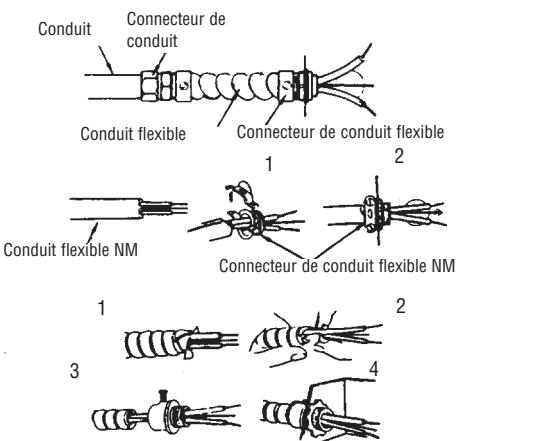

Figure 2 - Connecteurs, câble et matériel utilisés pour connecter l'UH724STA
REMARQUE : Pour certaines applications un conduit peut être nécessaire (voir la Figure 2). Vérifiez le contenu des normes électriques locales. Si le câblage passe dans un conduit, assurez-vous qu'il y aura assez de conduit flexible pour pouvoir tourner le radiateur si nécessaire.
2. Branchez les connecteurs de câble sur l'appareil (Voir la Figure 2) en glissiez le fil calibre 8 dans le connecteur de câble. Tirez suffisamment de fil dans le connecteur pour pouvoir réaliser les raccordements.